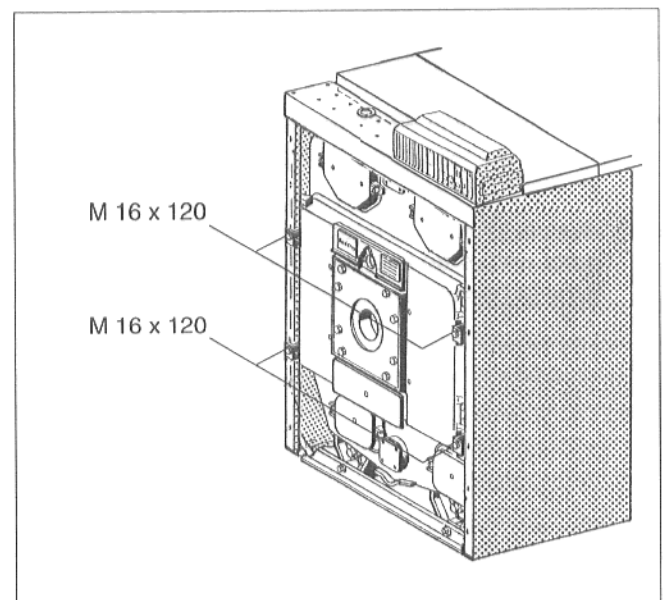

Fig. 60
- Dévisser les quatre vis d'assemblage M 16 x 120 de la porte-brûleur (Fig. 60).